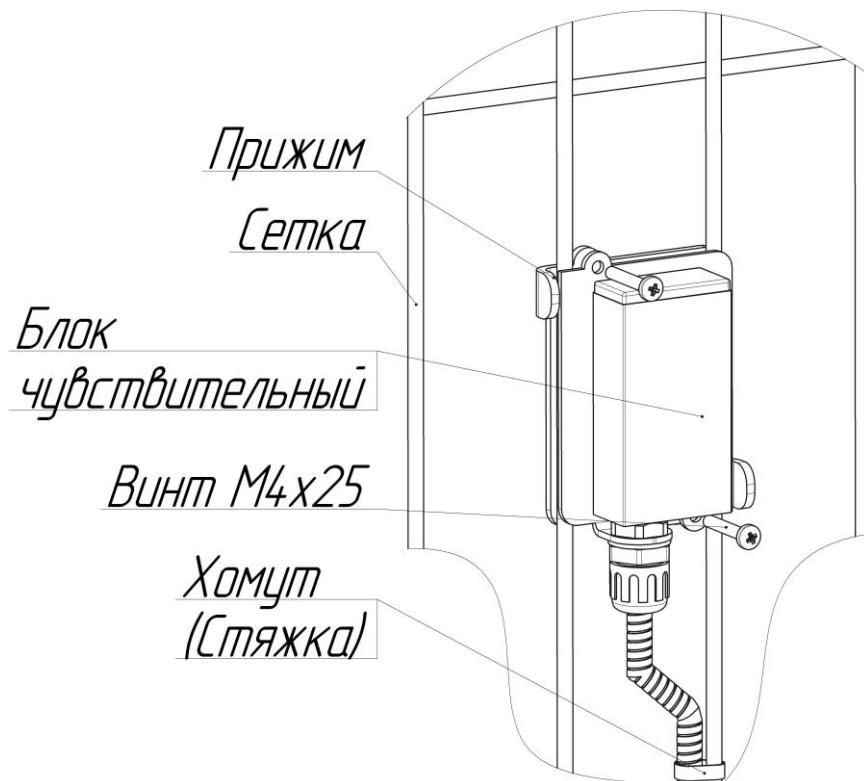
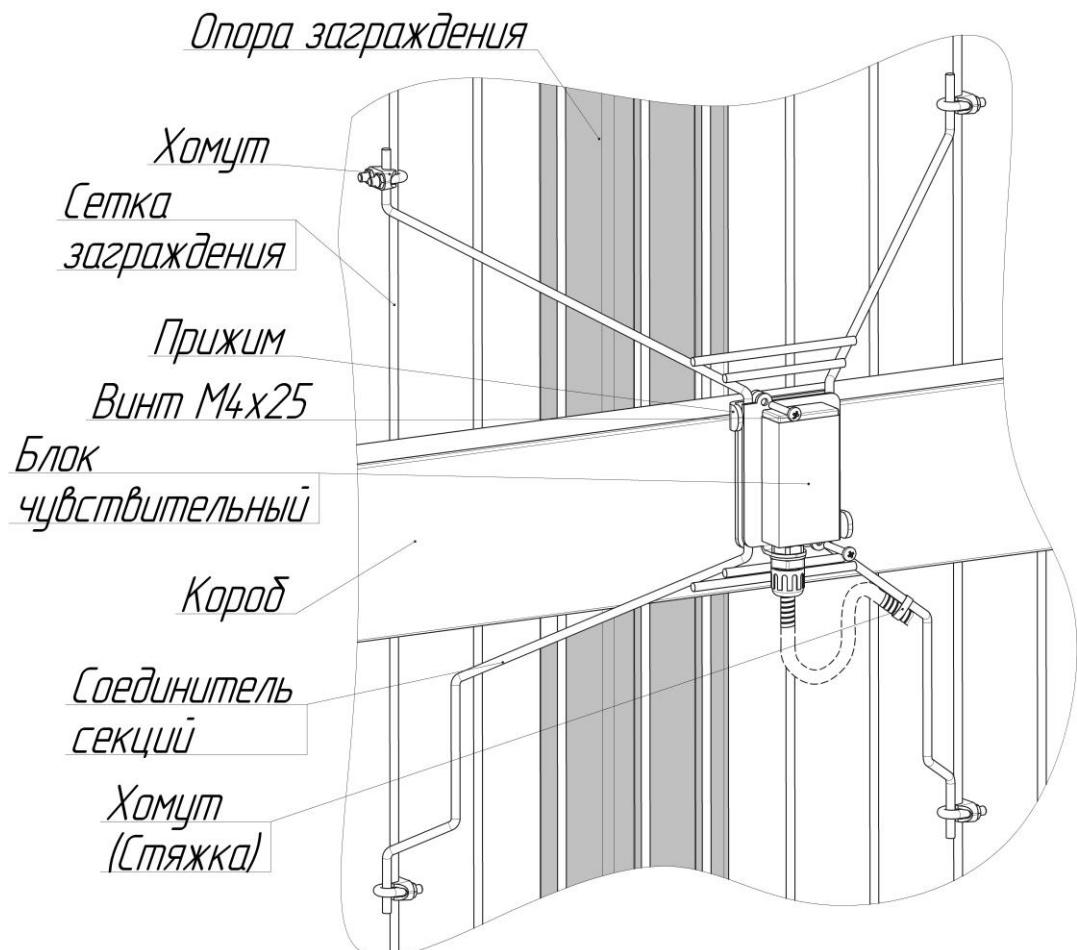

Рисунок 4 – Крепление БЧ на сетке
Рисунок 5 – Крепление БЧ на соединителе секций
- БЧ устанавливается непосредственно на нижнюю панель заграждения посередине секции (рисунок 4). Учитывая, что вибрация заграждения при воздействиях на него передаются через металлические опоры, при условии жесткого крепления полотен секций на металлических опорах извещатель может использоваться для контроля 3 секций, при этом рекомендуется дополнительное соединение секций между собой соединителями секций (рисунок 5). Допускается увеличение локальной зоны контроля извещателя до 5 секций при условии соединения всех секций соединителями.